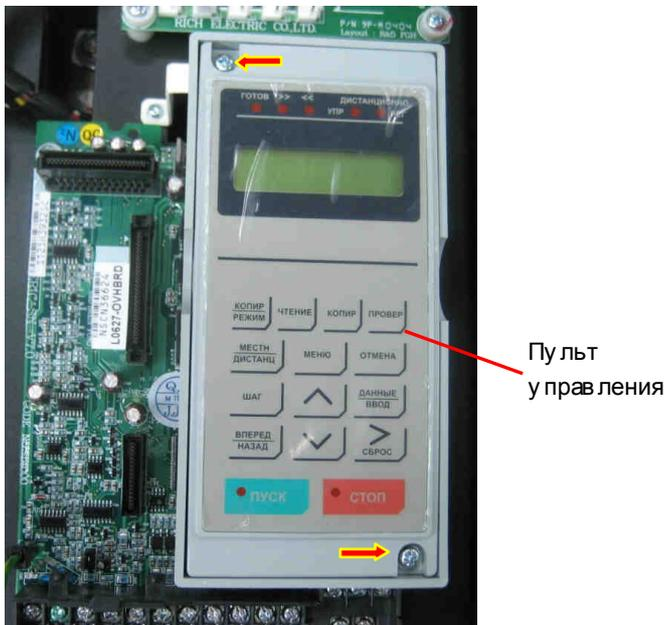

Рис. 6.2.
1. Выкрутить два винта крепления пульта управления (рис. 6.2, красные стрелки). Положить винты в тару.